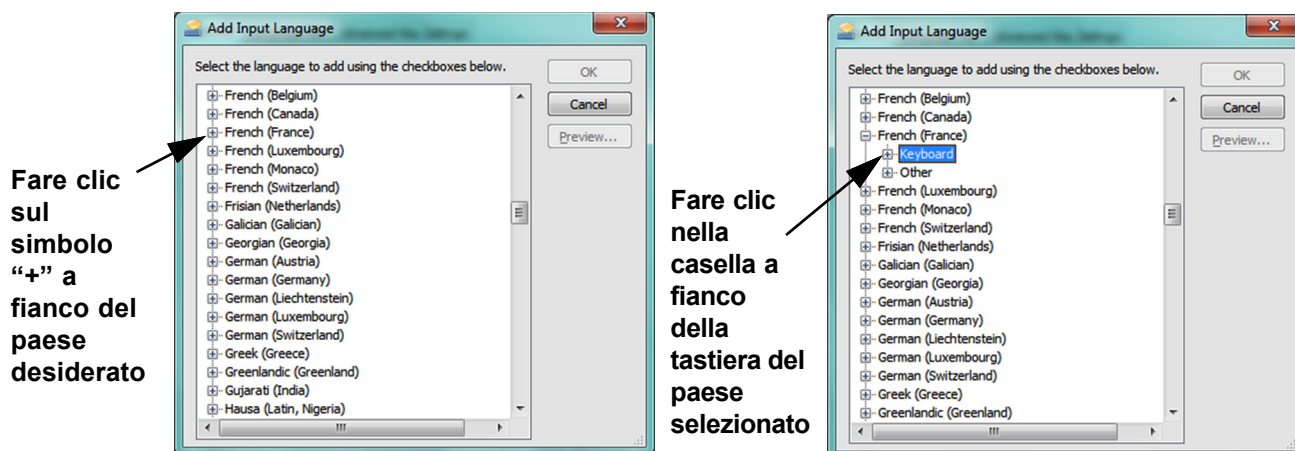
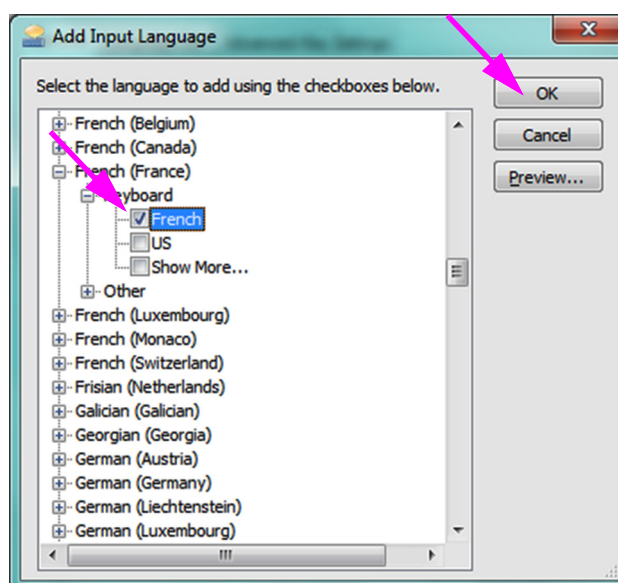

Figura C-9. Schermata Add Input Language (Aggiungi lingua di input) con lingua francese selezionata (esempio)
Figura C-10. Finestra Add Input Language (Aggiungi lingua di input) con tutte le voci disponibili
- Nella finestra Add Input Language (Aggiungi lingua di input), dal menu a discesa selezionare la combinazione Lingua (Paese) desiderata, fare clic sul simbolo **+** accanto alla combinazione Lingua (Paese) e poi sul simbolo **+** accanto alla tastiera (vedere la Figura C-9).
- Dopo avere selezionato la nuova tastiera corrispondente alla lingua selezionata nella Figura C-9, verrà visualizzato un menu a discesa sotto la tastiera selezionata (vedere la Figura C-10).